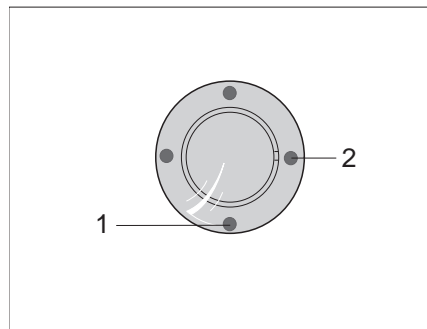
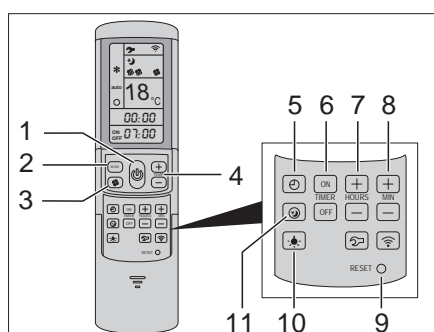

Fig. 219 Récepteur IR/Indication de fonctionnement
Fig. 220 Télécommande
La climatisation est montée sur le toit du véhicule. La télécommande (Fig. 220) pour la climatisation se trouve dans le coin cuisine.
La climatisation est prête à fonctionner. La DEL bleue (Fig. 219,1) s'allume.
- Pour la mise en service, appuyer sur la touche (Fig. 220,1) de la télécommande. La DEL bleue (Fig. 219,1) clignote.
- Régler le mode de fonctionnement désiré avec la touche MODE (Fig. 220,2).
- Si nécessaire, régler l'étage de ventilateur désiré avec la touche (Fig. 220,3) et la température ambiante avec les touches (Fig. 220,4).
Lorsque la température réglée sur la télécommande est atteinte, la DEL bleue (Fig. 219,1) s'éteint, le compresseur s'arrête et le ventilateur à air pulsé continue de tourner.
- Pour la mise hors service, appuyer à nouveau sur la touche (Fig. 220,1) de la télécommande.
- Pour la programmation, enclencher la climatisation avec la touche (Fig. 220,1) sur la télécommande.
- Régler le mode de fonctionnement désiré avec la touche (Fig. 220,2) et la température ambiante avec les touches (Fig. 220,4).
- Sélectionner la fonction désirée avec les touches (Fig. 220,6) :
- Avec les touches (Fig. 220,7 et 8), sélectionner la durée de commutation désirée (15 minutes à 24 heures).
- Confirmer le réglage avec les touches "ON" ou "OFF" (Fig. 220,6).